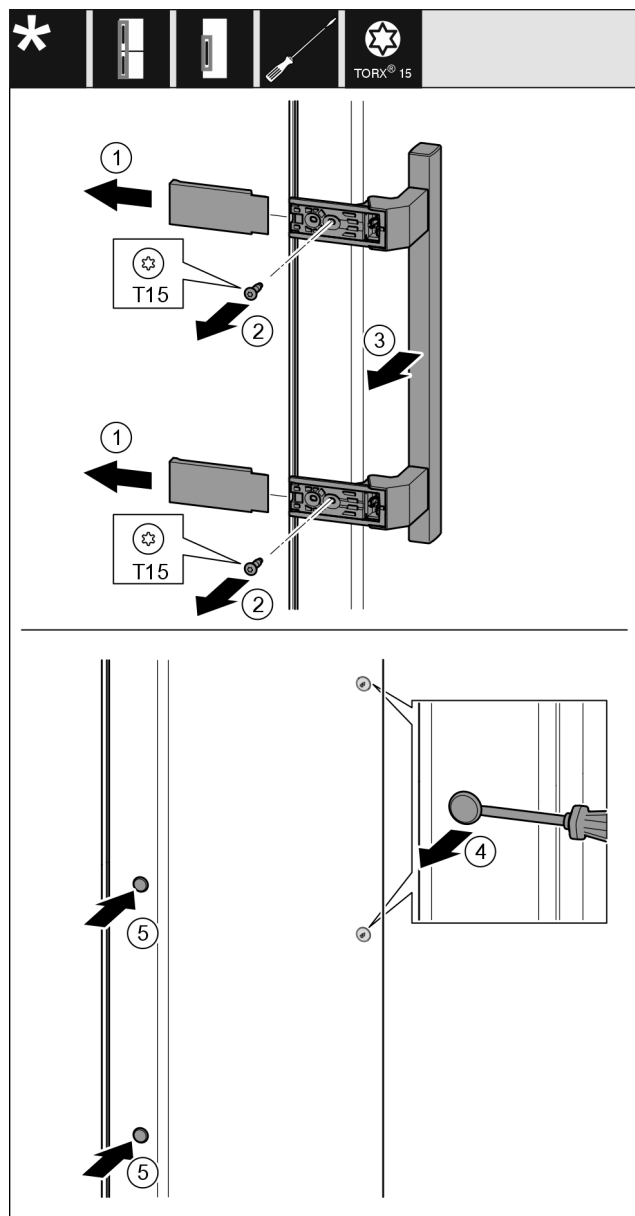

Fig. 41
- Stáhněte kryt Fig. 41 (1).
- Šroubovákem vyšroubujte šrouby Fig. 41 (2).
- Sejměte madlo Fig. 41 (3).
- Postranní zátku Fig. 41 (4) opatrně plochým šroubovákem nadzvedněte a vytáhněte.
- Zátku Fig. 41 (5) opět vložte na druhé straně.